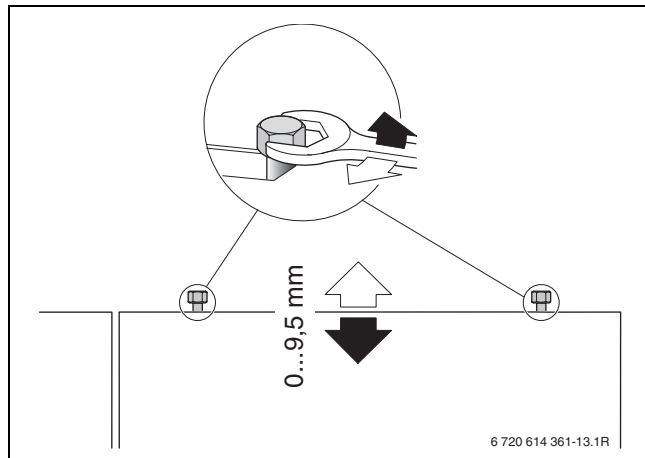

Bild 19
- ▶ Klemmverschraubungen der Kaltwasseranschlussteile (9), (10) und (11) anziehen.
Um Verspannungen zu vermeiden, ziehen Sie jetzt die Klemmverschraubungen (8) und (12) nur leicht an. Erst nach dem Ausrichten des Speichers (→ Bild 19 auf Seite 12) ziehen Sie die Klemmringverschraubungen nach.